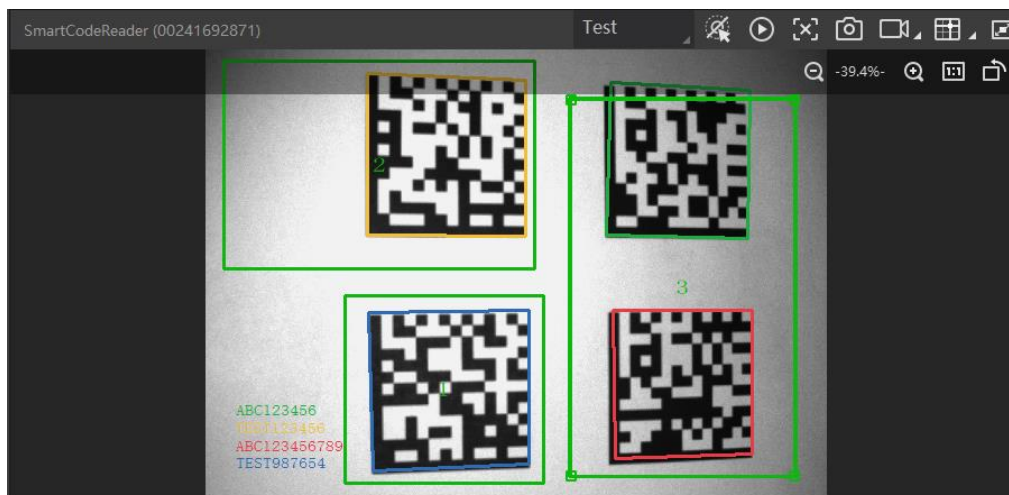

图4-13 手动绘制算法 ROI
3. 点击算法 ROI 下的“绘制”，此时鼠标在预览窗口变为十字，拖动可出现绿色的框。根据实际需求调整绿色窗口的大小和位置，此时被框选部分被设置为算法感兴趣区域，如图 4-13 所示。